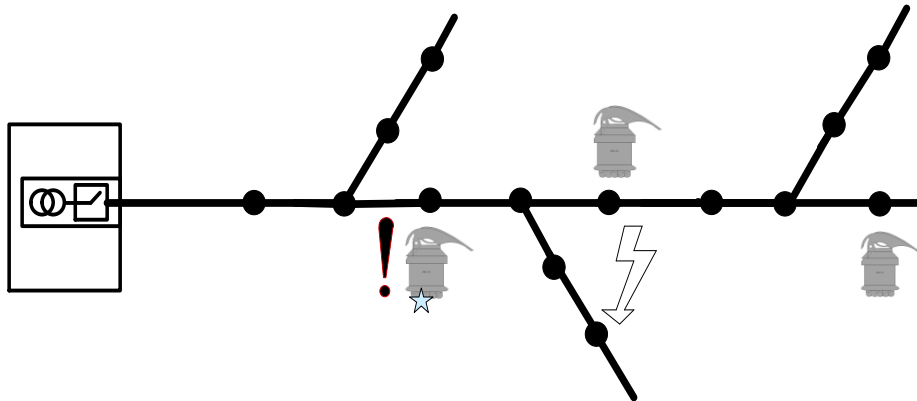

Рисунок 11 – Установка комплектов на линии с короткими ответвлениями
- на линии с короткими ответвлениями комплекты, как правило, устанавливаются по стволу линии за местом разветвления (отпайки), на ближайших к месту разветвления промежуточных опорах (Рисунок 11);